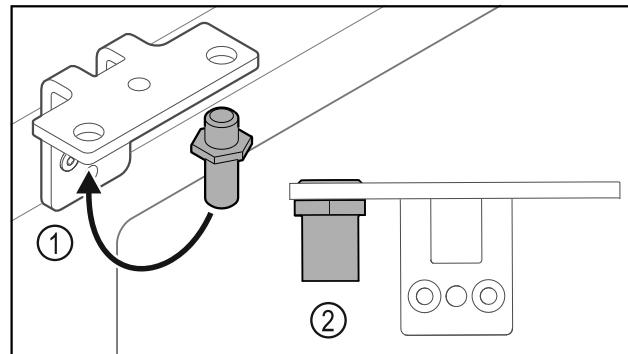

Fig. 25
- ▶ Mutati bolțul Fig. 25 (1) în colțarul balamalei.
- ▶ Strângeți bolțul Fig. 25 (2) cu **cuplul de 12 Nm**.